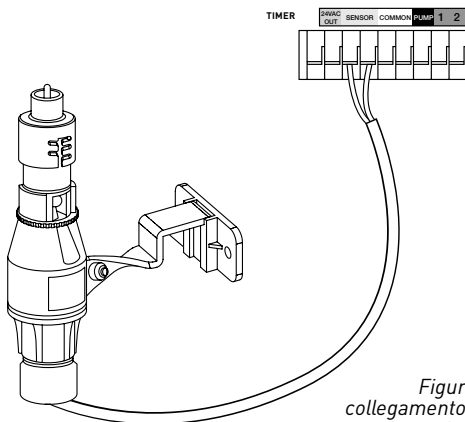

Figura 6:
- Lasciare l'interruttore on/off sulla posizione "on" per attivare (vedi figura 6)